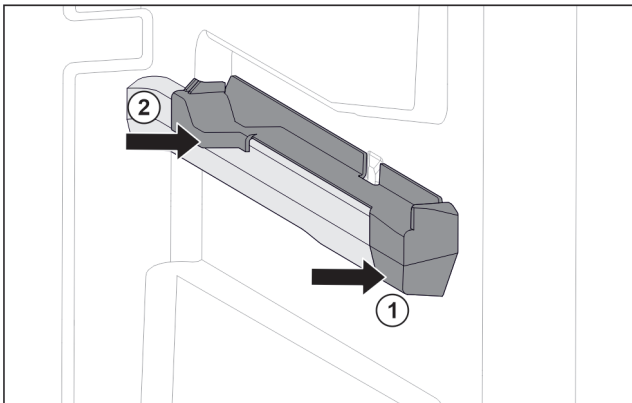

Fig. 51 Insteekelement op rechter containerrib
- ▶ Insteekelement voor tegen containerrib plaatsen. Fig. 51 (1)
- ▶ Insteekelement achter aandrukken. Fig. 51 (2)